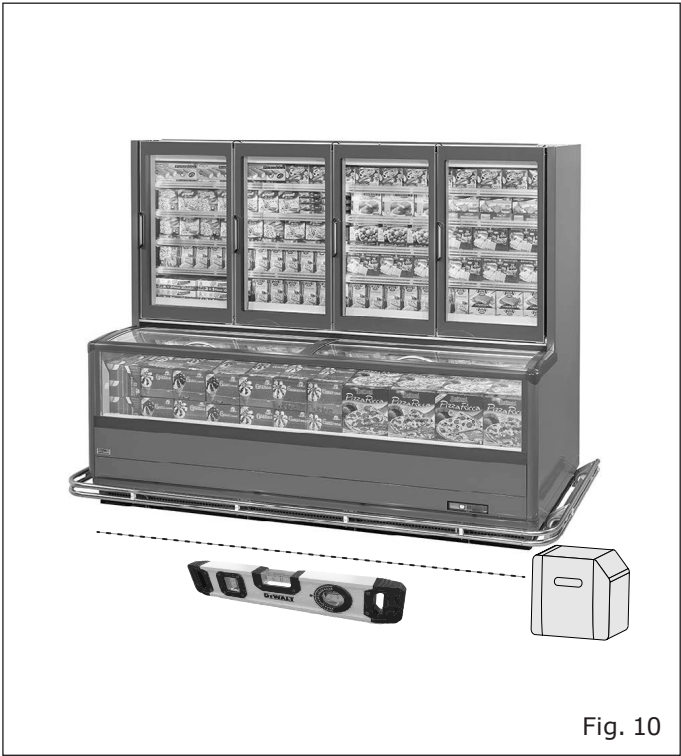

Fig. 10
- Su un pavimento livellato ("Fig. 10").